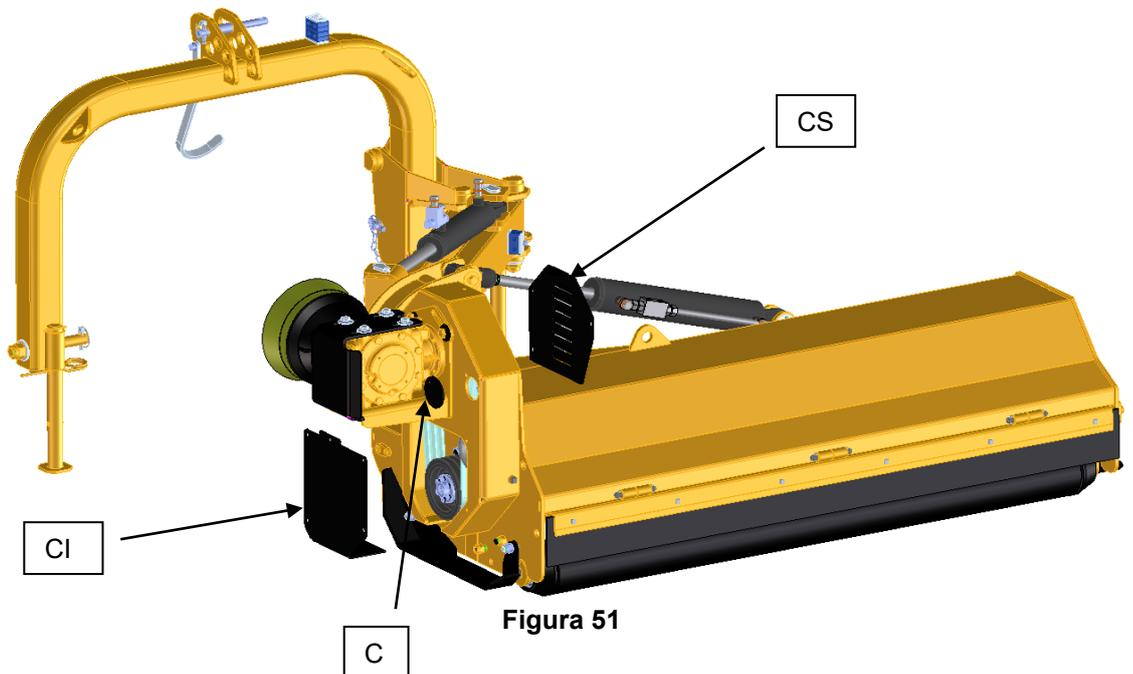

Figura 51
1. Desmonte la tapa C, el cárter inferior CI y el cárter superior CS de cobertura de la transmisión (figura 51);
<p>1. Desmonte la tapa C, el cárter inferior CI y el cárter superior CS de cobertura de la transmisión (figura 51);</p>